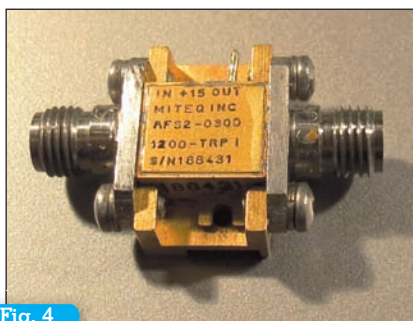

Fig. 4
low-noise. I modelli di seguito indicati hanno una figura di rumore (NF) di 3-6 dB. Per darvi un'idea pratica di cosa cercare, osservate le **figure 4, 5, 6, 7 e 8**. Nella tabella (qui sopra) ho indicato le caratteristiche, misurate o recuperate dalla documentazione, per ciascuno dei modelli riportati nelle foto.